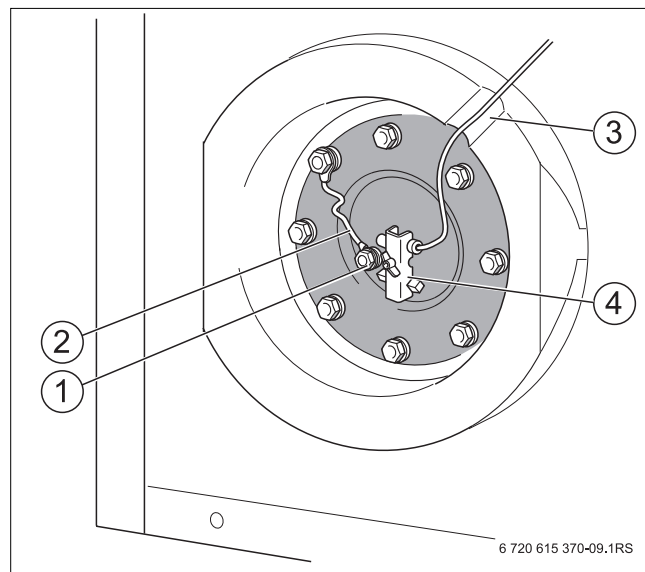

Fig. 10 Raccords sur trappe de visite
- Faire passer le câble de sonde par l'évidement de l'isolation thermique (→ fig. 10, [3]) vers le couvercle de la trappe de visite.
- Monter la sonde de température dans la fixation selon la forme géométrique ou le diamètre donnés (→ fig. 10, [4]).